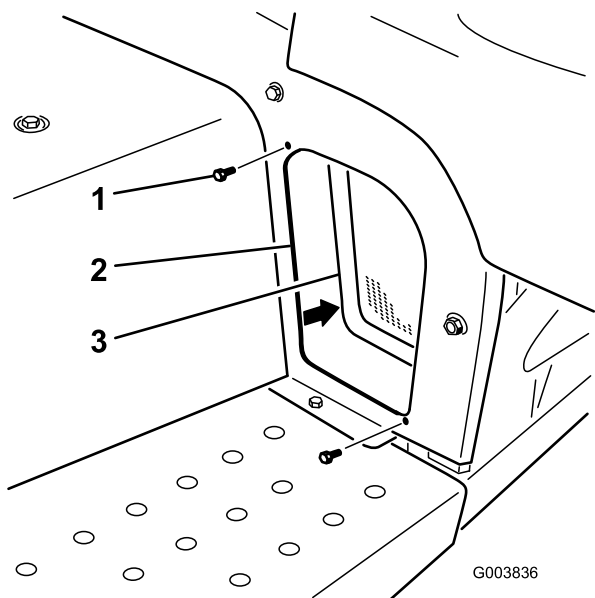

Figura 6
5. Retire los 2 tornillos con arandela prensada que sujetan la rejilla delantera izquierda al bastidor (Figura 6). Retire y guarde la rejilla y las fijaciones.